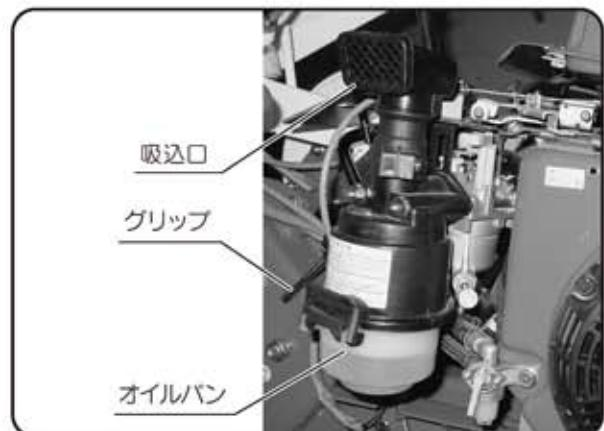

図39
① グリップを外し、オイルパンおよびエレメントを取り外してください。（図39）
④ エアクリーナの吸込み口をホコリの少ない方向（ハンドル側）に向けてください。（図39）